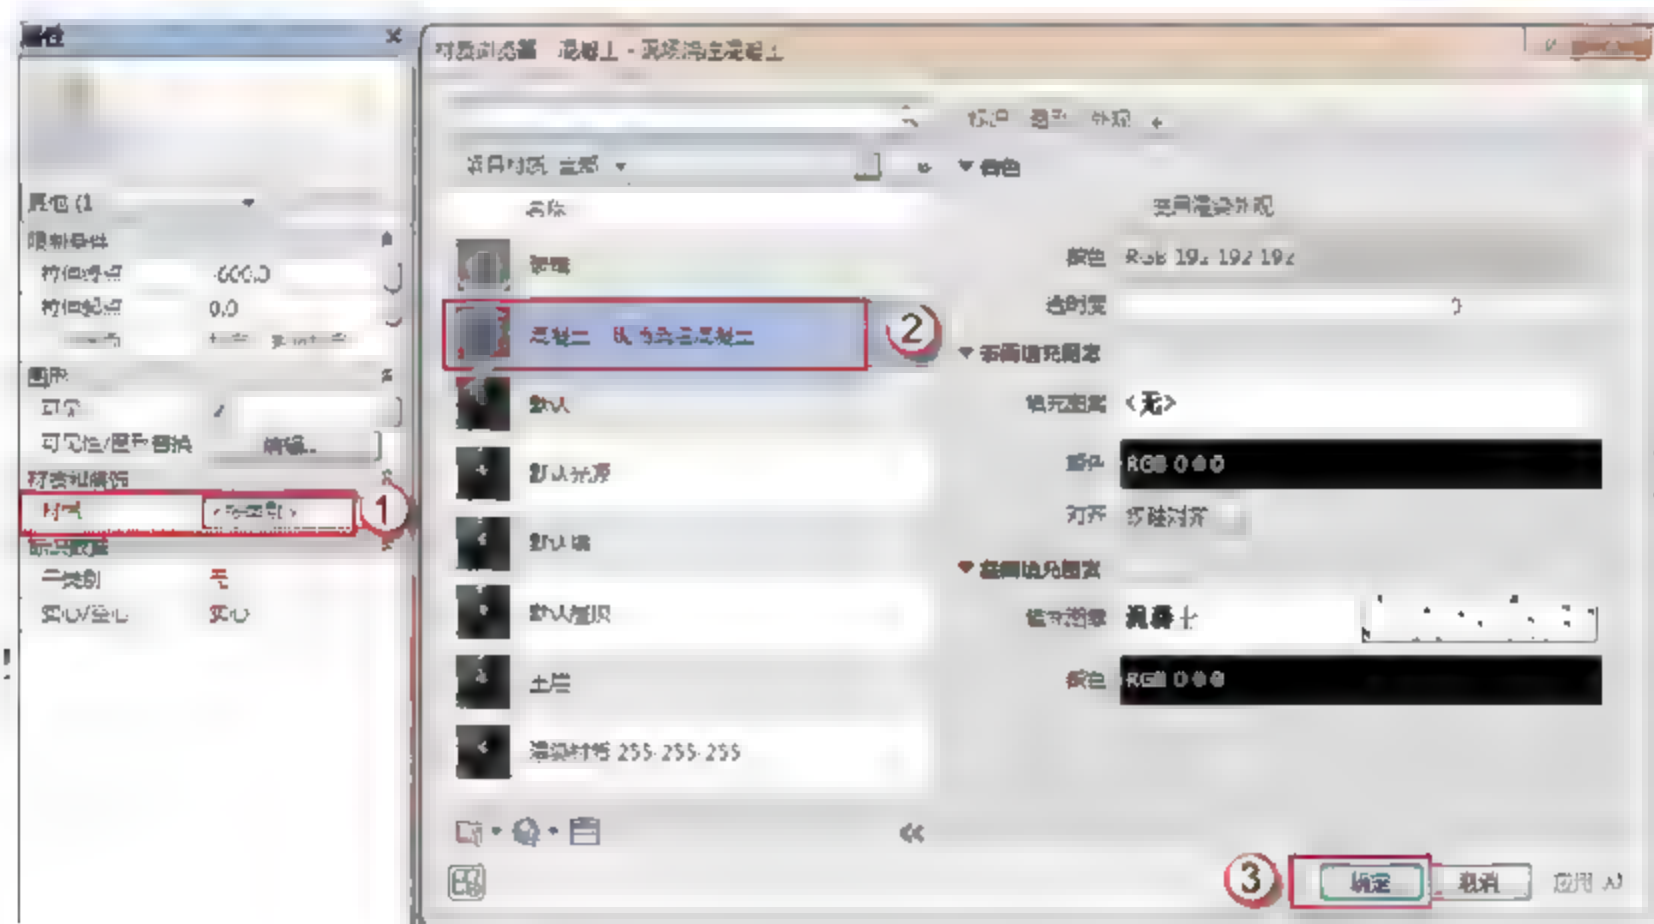

图 2.1.72 添加材质
(8) 添加材质。选择“承台”，在“属性”面板中单击“材质”按钮，在弹出的“材质浏览器”对话框中，依次单击“混凝土-现场浇注混凝土”→“确定”按钮。同样选择“垫层”，在“属性”面板中单击“材质”按钮，在弹出的“材质浏览器”对话框中，依次单击“混凝土-现场浇注混凝土”→“确定”按钮，如图 2.1.72 所示。